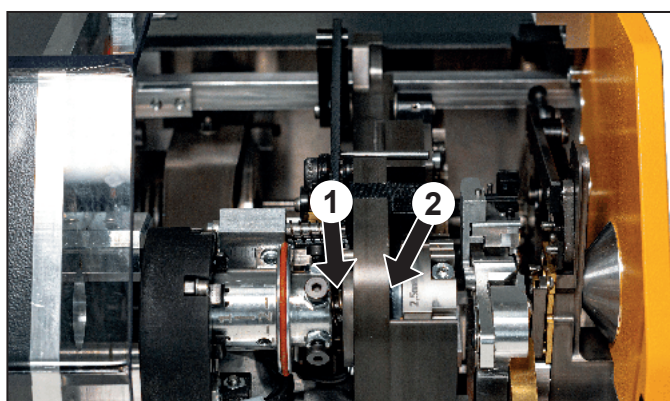

Imagen 7.4 Puntos de lubricación del tambor de crimpado
- Lubrique el tambor de crimpado en el punto de lubricación 1, véase Imagen 7.4.
- Presione el tambor de crimpado hacia la derecha y lubrique el tambor de crimpado en el punto de lubricación 2, véase Imagen 7.4.